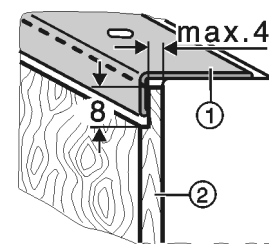

Fig. 40
- Декоративні пластини Fig. 40 (2) з різною товщиною сортувати по товщині з діапазоном макс. 4 мм як показано на рисунку.